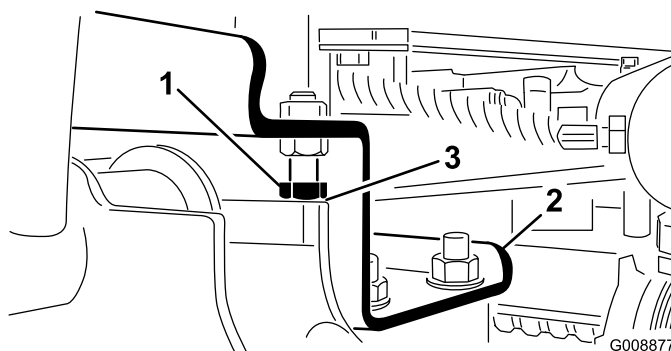

Рисунок 26
- А. Ослабьте затяжку фиксирующих болтов и отрегулируйте цилиндр, чтобы получить нужный зазор (Рисунок 26).
- 2. Проверьте, чтобы зазор между каждой стрелой и фиксирующим болтом составлял от 0,13 до 1,02 мм (Рисунок 26).